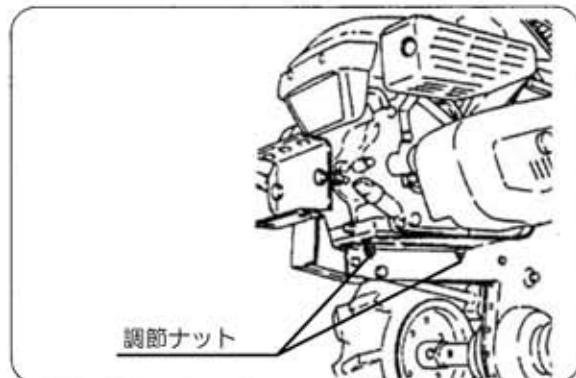

図42
- ⑤ 調節ナットの調整だけでは、不完全な場合はエンジンの固定ボルトをゆるめ、エンジンの位置を前後に移動して、調整してください。（図42）